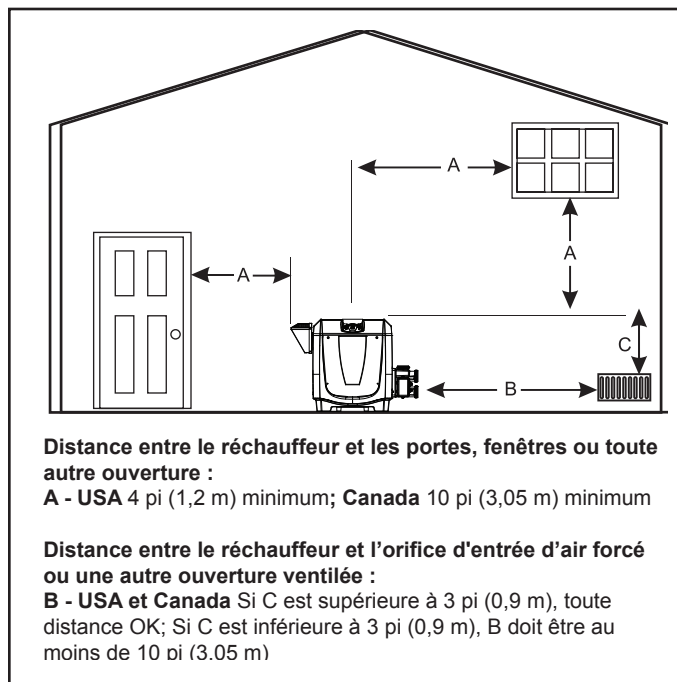

Figure 3. Installation du réchauffeur en extérieur
- Au Canada, le réchauffeur doit être installé de telle sorte que la partie supérieure de l'évent se trouve à au moins 10 pieds (3 m) d'une ouverture de bâtiment. Voir la figure 3.
- Aux États-Unis, le réchauffeur doit être installé de telle sorte qu'il y ait au moins un espace libre de trois (3) pieds (1 m) entre le bas de l'encorbellement et la partie supérieure de l'évacuation du réchauffeur.